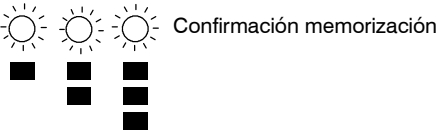

fig. 7.6
- 9 Para llevar a cabo la memorización de la configuración programada, hay que mantener presionado el pulsador de restablecimiento caldera durante, aproximadamente, 5 segundos; todos los indicadores luminosos de señalación centellearán simultáneamente, como se describe en fig. 7.6